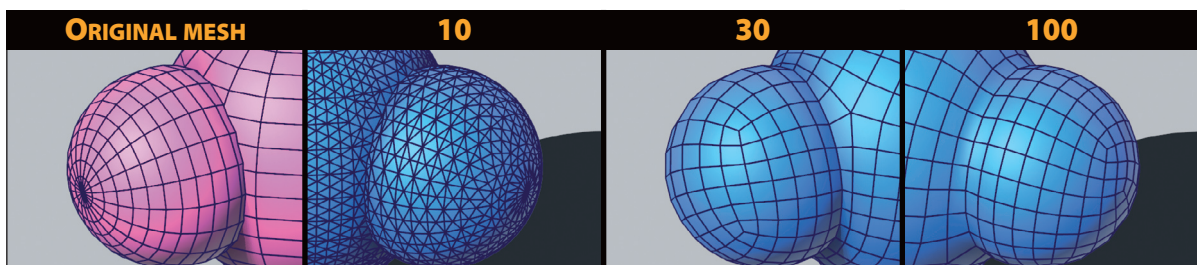

Figura C.26 Effetti dell'edge by angle sul retopology.
- **EDGE BY ANGLE:** indica l'angolo che si forma tra le normali adiacenti sul segmento in comune, regolando così il limite entro il quale saranno preservati i segmenti stessi (Fig. C.26);